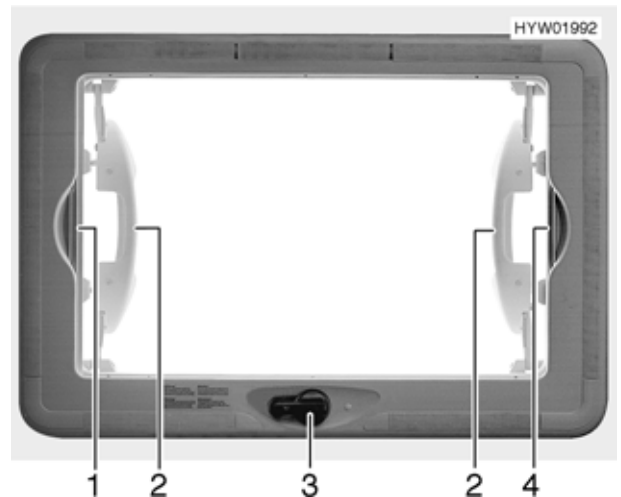

Bild 68 Hebe-Kippdach
- Handkurbel (Bild 68,3) drehen, bis Widerstand spürbar ist (max. Öffnungswinkel 70°).
- ▷ Das Hebe-Kippdach darf nur mit beiden Händen an den Griffen (Bild 68,2) bedient werden.
- Faltverdunklung am Griff (Bild 68,1) zum gegenüberliegenden Griff des Insektenschutzrollos (Bild 68,4) ziehen und einrasten lassen.
- Griff der Faltverdunklung (Bild 68,1) aushängen.
- Insektenschutzrollo am Griff (Bild 68,4) zum gegenüberliegenden Griff der Faltverdunklung (Bild 68,1) ziehen und einrasten lassen.
- Insektenschutzrollo am Griff der Faltverdunklung (Bild 68,1) aushängen.
- Insektenschutzrollo am Griff (Bild 68,4) langsam zurückführen.